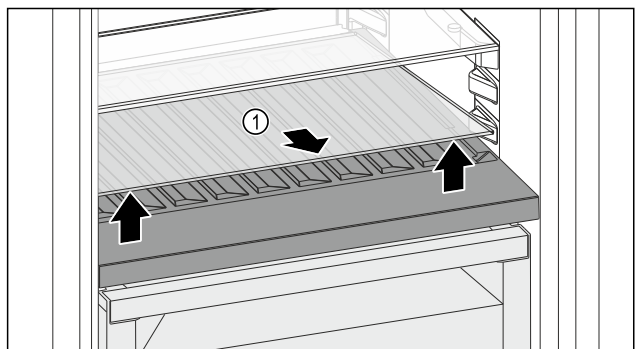

Fig. 164
- ▶ Podignite staklenu ploču Fig. 164 (1) na otvoru sprijeda i izvadite je.
- ▶ Čuvajte staklenu ploču Fig. 164 (1) na sigurnom izvan uređaja.
- ▶ Uložite staklenu ploču (2) ispod promjenjive police za boce.